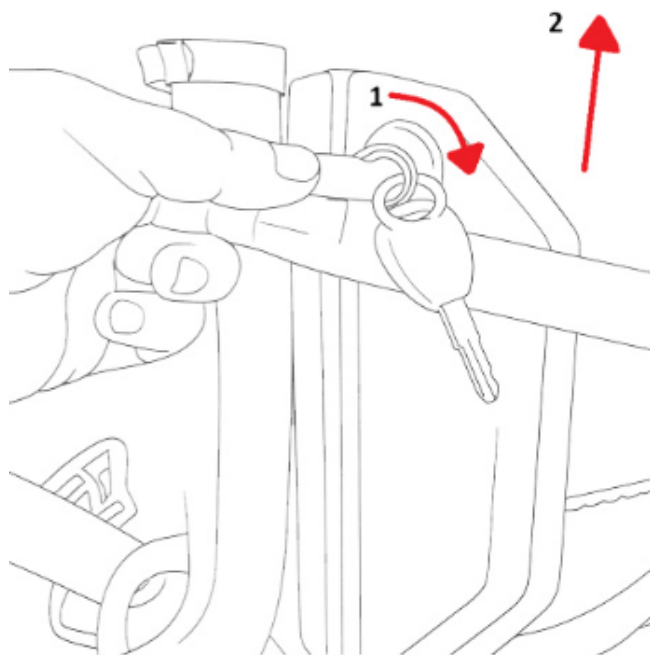

Fig. 10
1. Insérez la clé dans la serrure de la batterie. (Fig. 10)